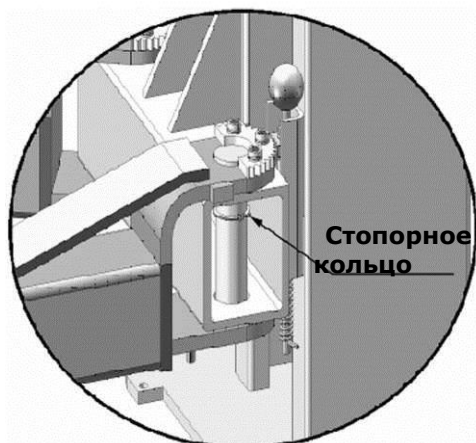

Рис. 22
1. Установите лапы (См рис. 22)